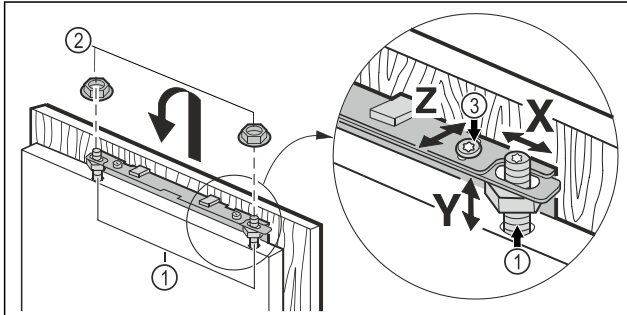

Fig. 21
- ▶ Zavěste nábytková dvířka na ustavovací čepy Fig. 21 (1) a pojistné matice Fig. 21 (2) a na ně volně našroubujte pojistné matice.
- ▶ Nábytkové dveře vyrovnajte ve výšce Y a ve stranovém sklonu: Ustavovací čepy Fig. 21 (1) nastavte šroubovákem.
- ▶ Pojistné matice Fig. 21 (3) dotáhněte.